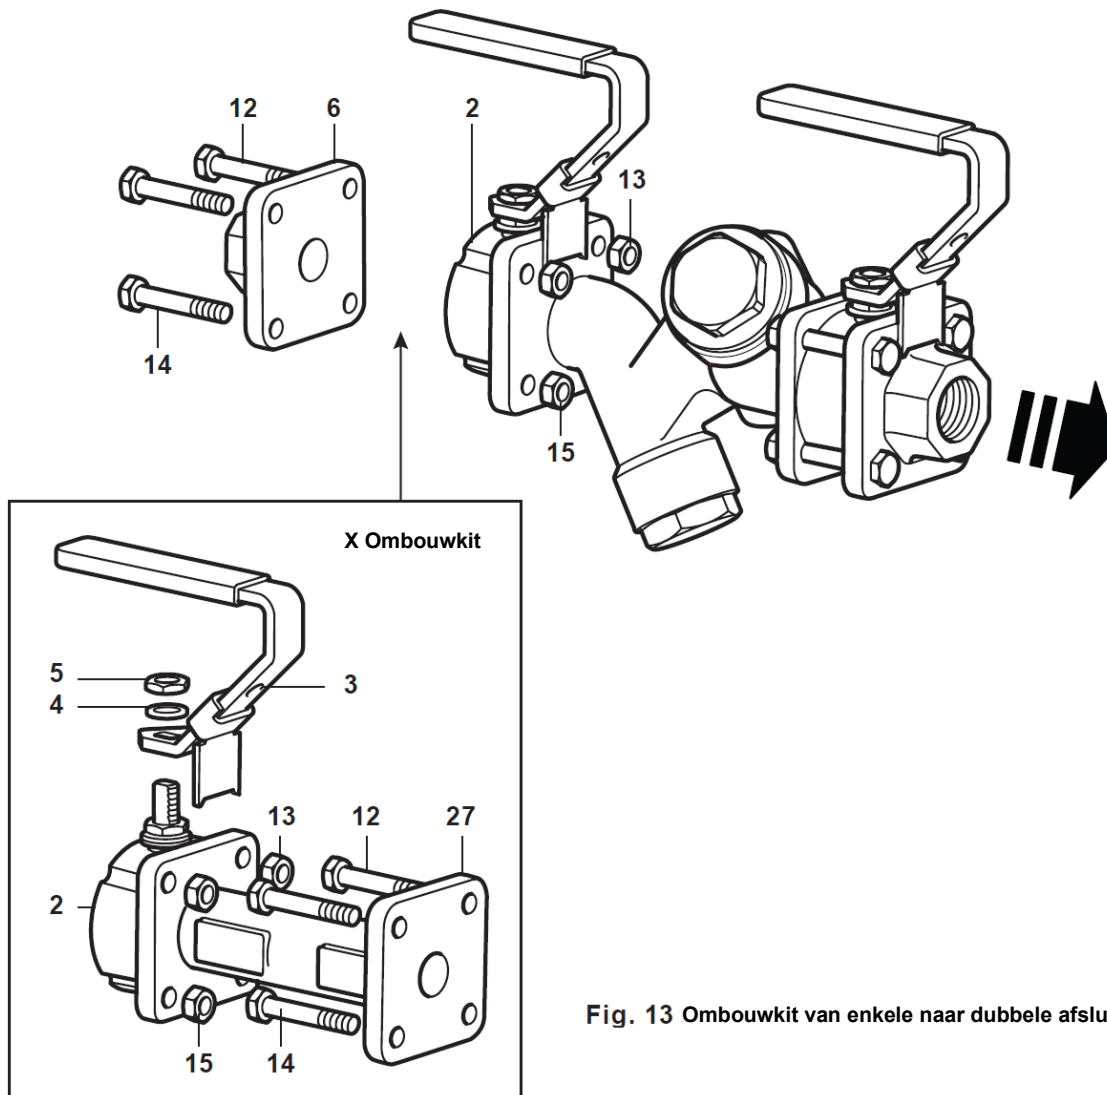

Fig. 13 Ombouwkits van enkele naar dubbele afsluiter
5.8. Montage van een ombouwkits (Fig. 13 en 14)
- Verwijder de bouten en moeren (12 + 13) en verwijder de kap (6) stroomopwaarts.
- Maak het spoelstuk (27) vast aan de hand van de nieuwe bouten die meegeleverd worden met de ombouwkits, in combinatie met de bestaande bouten (12+13 en 14+15) volgens het aanbevolen aanspanmoment.
- Zet de bestaande kap (6) losjes vast aan het spoelstuk (27), gebruikmakend van de nieuwe moeren die meegeleverd worden met de ombouwkits, in combinatie met de bestaande bouten (12+13 en 14+15), genoeg ruimte latend om de nieuwe kogelkraan en samenstel (2) ertussen te schuiven.
- Schuif de nieuwe kogelkraan en het samenstel (2) tussen het spoelstuk (27) en de kap (6) en zet de bouten en moeren (12+13 en 14+15) vast volgens het aanbevolen aanspanmoment.
- Monteer de nieuwe hendel (3) aan de spindel van de nieuwe kogelkraan (2) en zorg dat hij de juiste oriëntatie heeft en stevig op z'n plaats zit door de sluitring en moer (4 + 5) stevig vast te zetten.